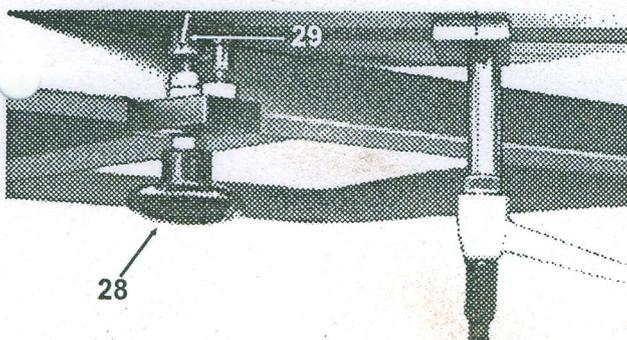

Bild 4.18
- Stattdessen wird der Längenanschlag bei Schrägstellung mit der Klemmvorrichtung 28 (Bild 4.18), die mit ihrer Sternschraube in den äußeren Haltebolzen (29, Bild 4.18) eingeschraubt wird, außen am Rahmen des Quertisches geklemmt.